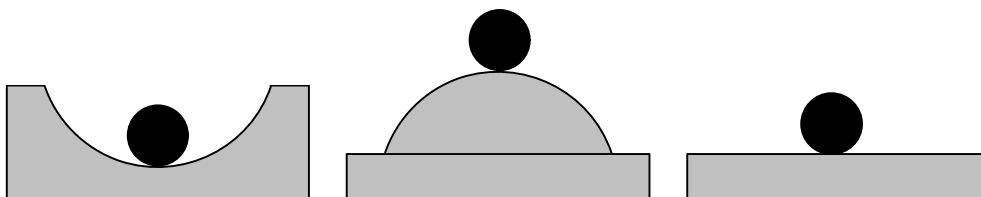

Рис. 15
3. Продемонструйте різні види рівноваги на приладі, зображеному на рис. 15.